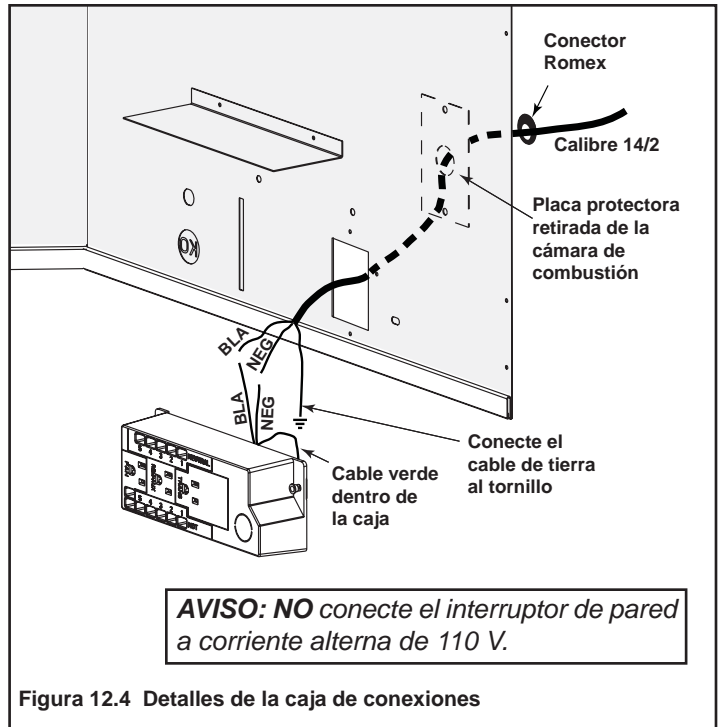

Figura 12.4 Detalles de la caja de conexiones
- Para poder usar un ventilador o un control remoto se requiere un suministro de corriente alterna de 110 voltios a la caja de conexiones. Consulte la Figura 12.4 para el cableado de la caja de conexiones. Procure que los tramos de cableado sean lo más cortos posibles.
- Retire el tornillo que sujeta la caja de conexiones al exterior de la chimenea. Gire la caja de conexiones hacia adentro para desmontarla de la parte exterior de la chimenea (consulte la Figura 12.4).
- Jale los cables eléctricos que se encuentran en la parte exterior de la chimenea a través de la abertura hasta el compartimento de la válvula y asegúrelos con un conector Romex. Consulte la Figura 12.4.